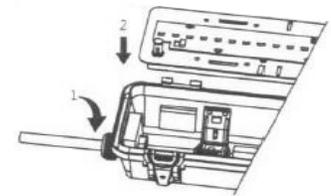

Fig. 7
10. Install the reflector by aligning and pushing the reflector onto the housing clips (Fig. 7).
10. Remettre le réflecteur en l'alignant et en poussant sur les fixations du boîtier (Fig. 7).